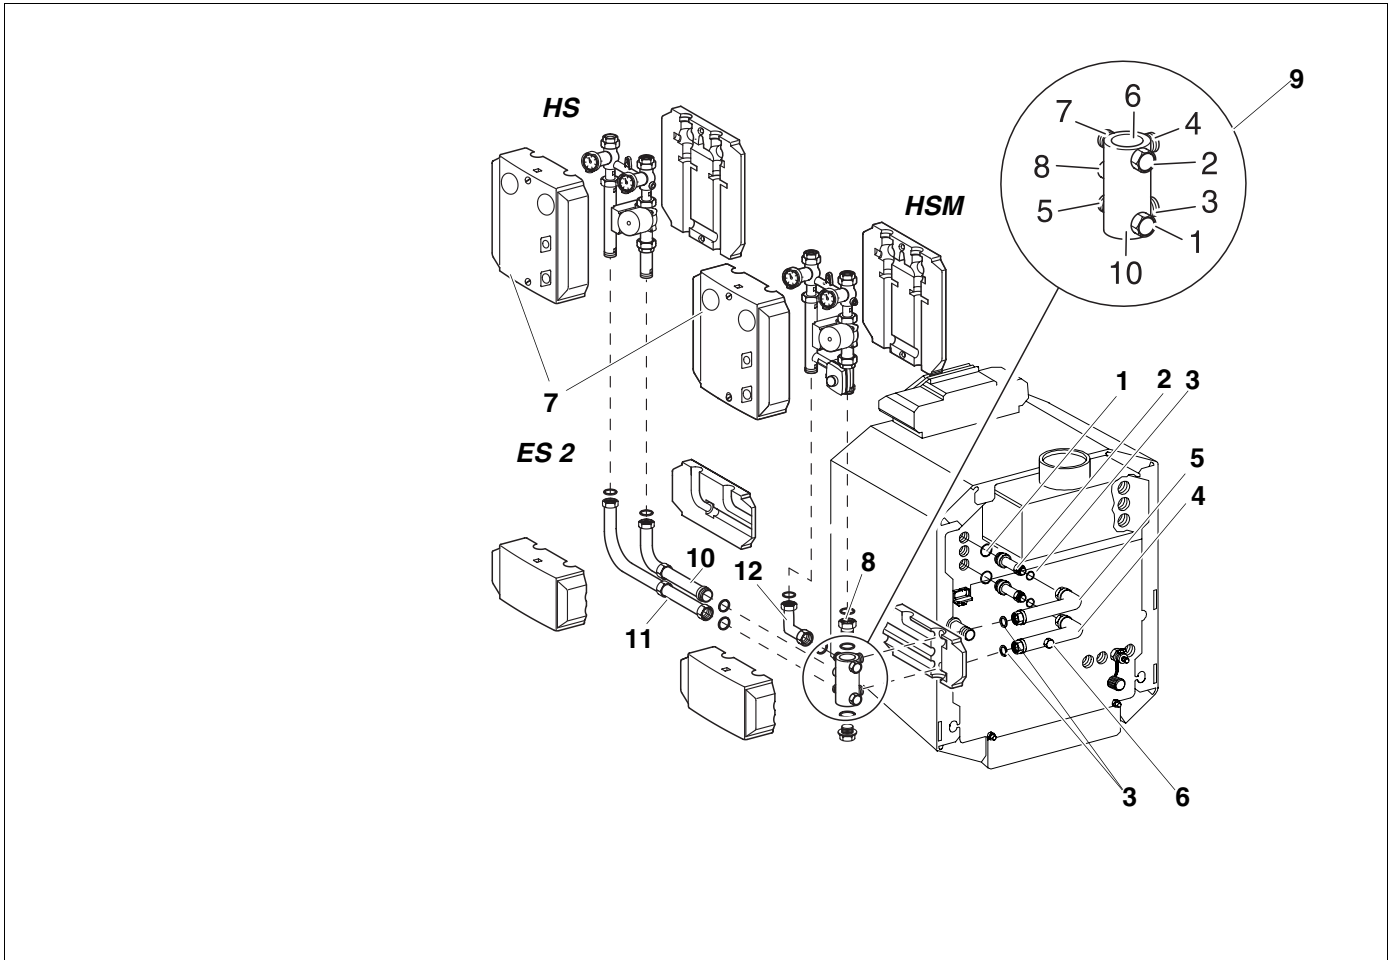

Abb. 12 Seitlich parallel Rechtsanbau
Legende zu Abb. 12
- Dichtung (3) entsprechend Abb. 12 in das Zwischenstück (11) einlegen und das Zwischenstück auf den Abgang Nr. 5 des Multifunktionsverteilers aufschrauben.
- Rohrbogen mit Dichtung (3) (kurzer Schenkel) montieren (Abb. 12).
- Heizkreis-Set mit Mischer (HSM) oder ohne Mischer (HS) entsprechend Abb. 12 aufschrauben.